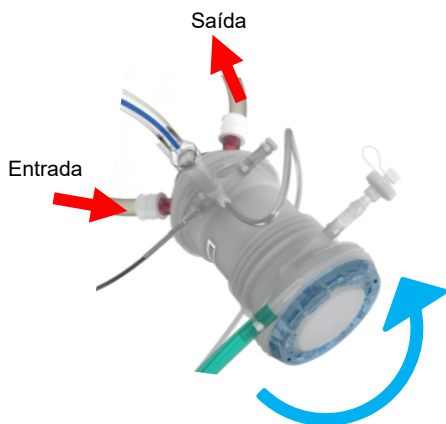

Figura 26: Incline o oxigenador (seta azul) de forma que o conector de saída (seta vermelha) fique no ponto mais alto, permitindo que a água saia do oxigenador.
- Remova o oxigenador do lado da AH (Figura 9, item 18) do suporte (Figura 8, item 37) e incline-o de modo que o conector de saída de água, identificado pelas bolhas de ar que se afastam do oxigenador, fique posicionado acima do conector de entrada de água (consulte Figura 26). Isso permite que qualquer ar preso suba para a tubulação térmica. Evite dobrar a tubulação térmica, pois isso restringirá o fluxo. Evite forçar o cabo do sensor de temperatura. Se necessário, remova temporariamente o sensor de temperatura do oxigenador para facilitar a inclinação.